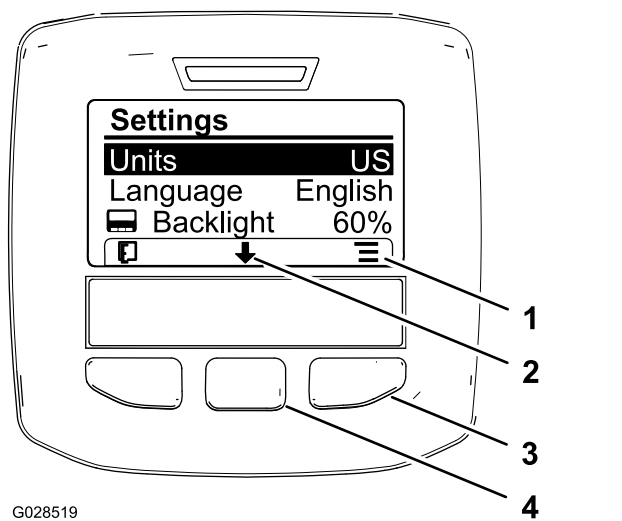

Bild 53
2. Drücken Sie zum Ändern der Maßeinheit die rechte Auswahl taste, um die aufgeführte Maßeinheit zu ändern (Bild 53).
3. Drücken Sie die mittlere Auswahl taste (die Taste unter dem nach unten zeigenden Symbol auf dem Display), um die für das Display verwendete Sprache zu ändern, und die ausgewählte Option auf „Sprache“ zu verschieben (Bild 53).
4. Wenn Sie die rechte Auswahl taste (die Taste unter dem Listensymbol auf dem Display) drücken, wird die aufgeführte Sprache, die für das Display verwendet wird, markiert (Bild 53).
6. Drücken Sie die linke Auswahl taste, um den Homebildschirm anzuzeigen (Bild 53).